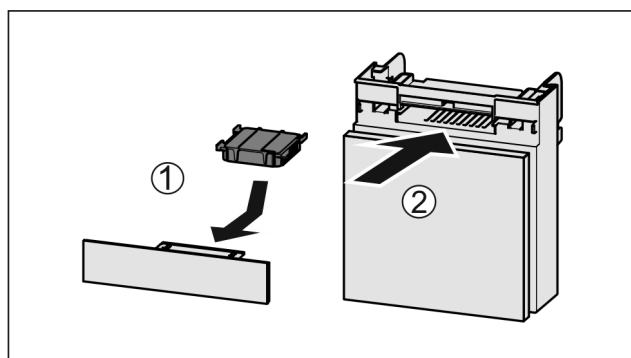

Fig. 39
- ▶ Umetnite filtar s aktivnim ugljenom kao što je prikazano na slici Fig. 39 (1).
- ▶ Umetnite pretinac Fig. 39 (2).